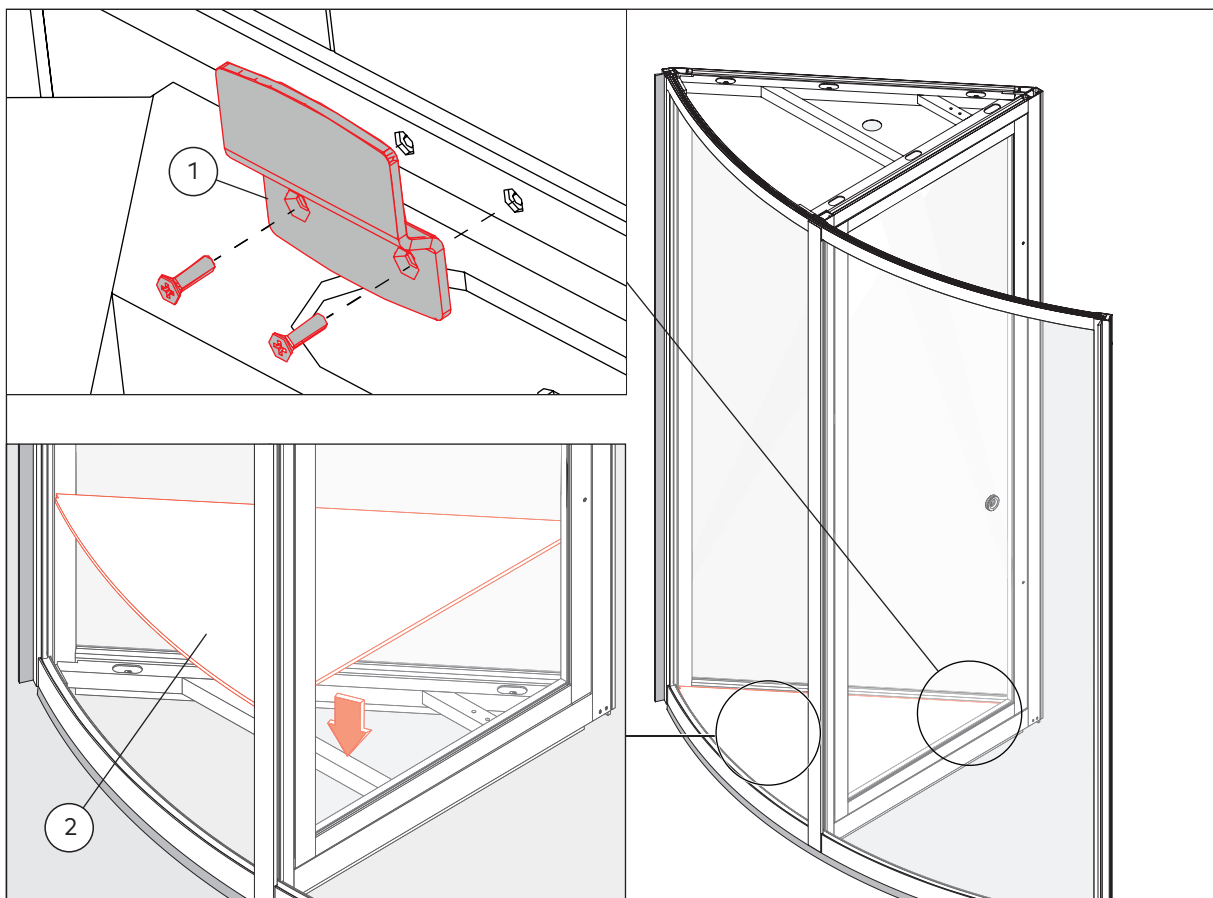

Abb. 78 Montage des Vitrinenbodens
6. Den Türstopper (Abb. 78/1) mit 2 Schrauben fixieren.
7. Den Boden (Abb. 78/2) montieren.